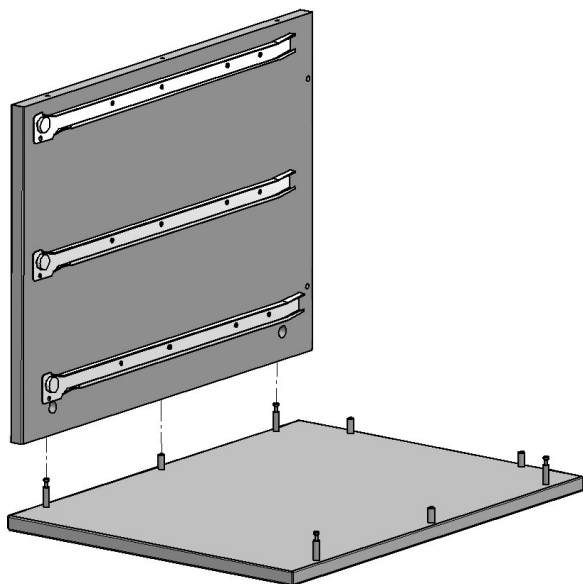
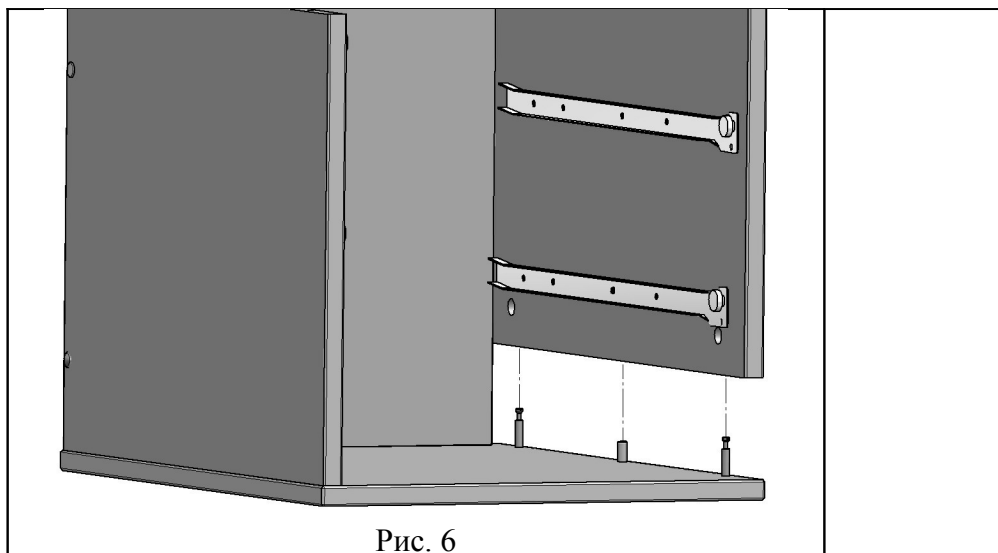

Рис. 4
Рис. 6
4.1.4. На сборку по п. 4.1.1. сверху установить стенку боковую правую с направляющими (сборка по п. 4.1.3) (см. рис. 4). В отверстия стенки боковой правой вставить эксцентрик EC03ZL/18 (поз. 18) стрелкой в направлении плиты верхней и повернуть эксцентрик по часовой стрелке 180° max. (См. рис. 4а, 4б).
Рис. 4а
4.1.6. В сборку по п. 4.1.5. сверху установить стенку боковую левую с направляющими (сборка по п. 4.1.2) (см. рис. 6). В отверстия стенки боковой правой вставить эксцентрик EC03ZL/18 (поз. 18) (рис. 6а) стрелкой в направлении плиты верхней и повернуть эксцентрик по часовой стрелке 180° max. (См. рис. 4а, 4б)
Рис. 6а